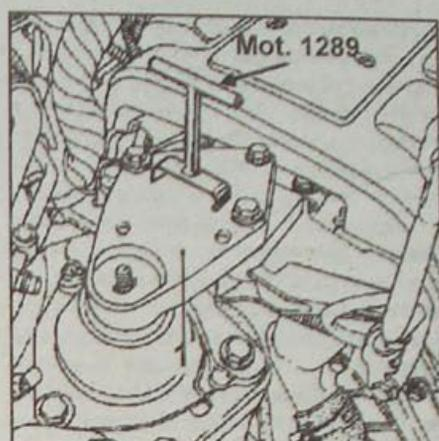

Рис. 2.48. Использование приспособления Mot. 1289-02 для регулировки положения ограничителя хода правой маятниковой подвески двигателя (1)
- С помощью приспособления Mot. 1289-02 отрегулируйте положение ограничителя хода правой маятниковой подвески двигателя (рис. 2.48).